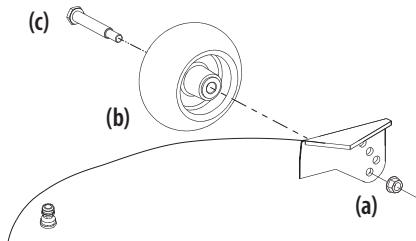

Figura 11
6. Extraiga la tuerca e seguridad (a) rueda de calibración (b) y el tornillo con reborde (c) de la plataforma. Consulte la Figura 11.